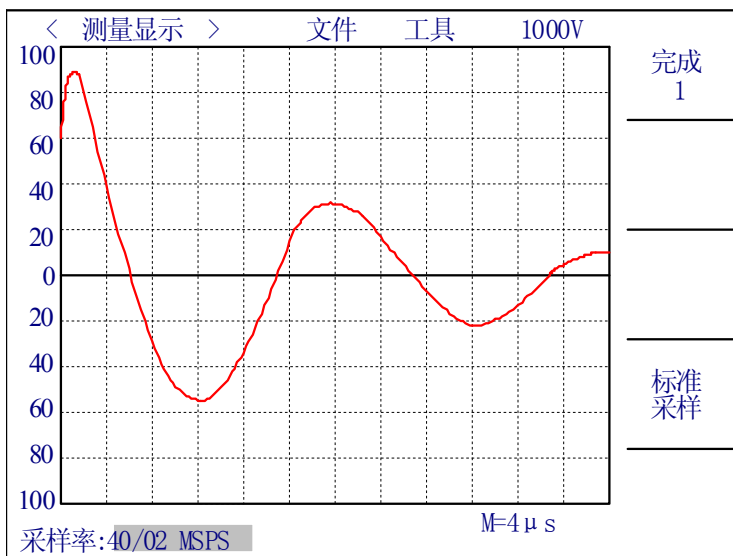

图 4-10 标准波形采样-单次采样
3. 单次采样：如果用户大概了解被测线圈与谐振电容（2000pF）的振荡频率，那么可以选择单次采样。该方式下可以做样本平均。操作如图 4-10。